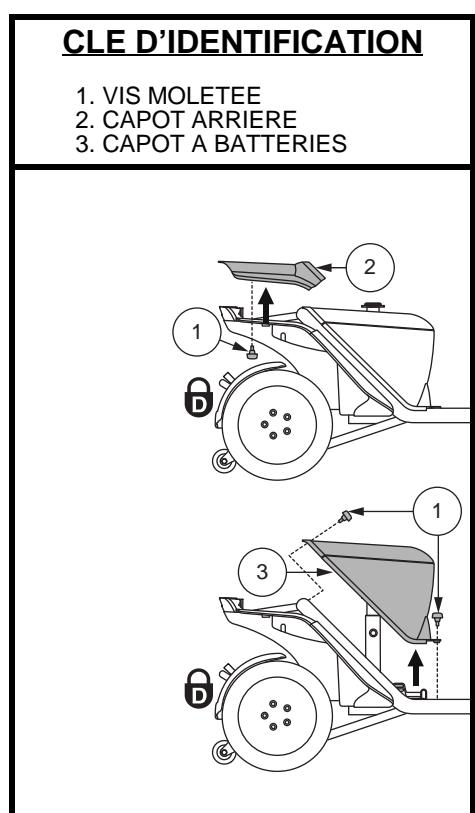

Figure 11. Retirer/Installer le protecteur de la batterie
1. Retirez le siège et le capot à batteries. **Voir la figure 11.**
- a. Retirez les deux (2) vis moletées du capot arrière du VMP qui le fixe sur la structure et soulevez-le à la verticale. **Voir la figure 11.**
- b. Retirez les quatre (4) vis moletées du couvercle à batteries qui le fixe sur la structure et soulevez-le à la verticale. **Voir la figure 11.**